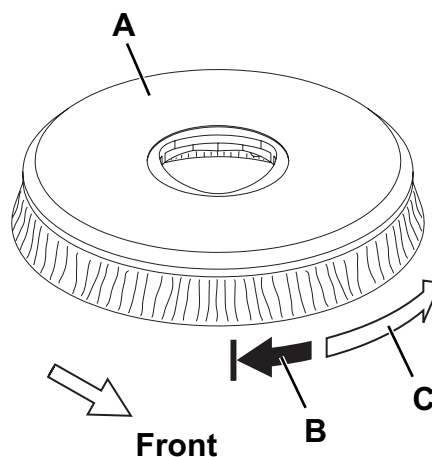

Abbildung 5
- Bei gehobenem Kopf (13) die Bürste/Padhalter (A, Abb. 5) mit den Händen zunächst im Gegensinn zur Rotation drehen (B), dann in Rotationsrichtung (C) und aushaken.